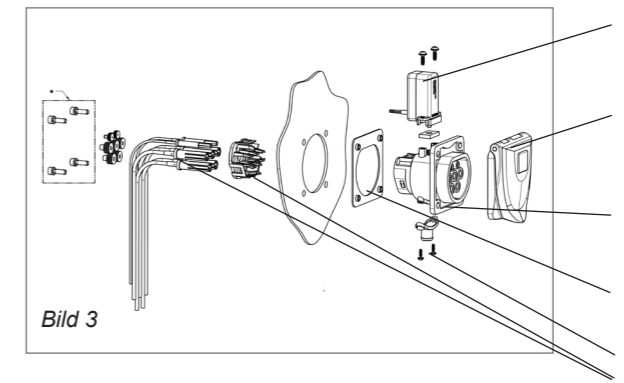

Bild 3
Wanddicke mit Verriegelungsaktuator: bis maximal 5,5 mm (siehe Bild 3)
Schritt 1:	Demontieren Sie den Verriegelungsaktuator (1) sowie den Wasserablauf (6).
Schritt 2:	Beachten Sie dabei, dass die Flanschdichtung (5) rückseitig an der Ladesteckdose (3) anliegt. Montieren Sie die Flanschdichtung (5) auf der Rückseite der Ladesteckdose (3) (siehe Bild 3).
Schritt 3:	Führen Sie vorsichtig die Ladesteckdose (3) vorderseitig durch den Wandausschnitt. Achten Sie darauf, dass die Flanschdichtung (5) konform zur Ladesteckdose aufliegt.
Schritt 4:	Die Ladesteckdose (3) und den Klappdeckel (2) von innen an die Montagewand mit den Linsenflachkopfschrauben/ Unterlegscheiben fixieren. Achten Sie darauf, dass die Länge der Schrauben von der Dicke der Montagewand abhängt: <ul style="list-style-type: none"> M5 Linsenflachkopfschrauben Unterlegscheiben, gemäß DIN 934 Schraubenlänge von 10 mm bis max. 13 mm, zzgl. Wandstärke max. Drehmoment 4 Nm
Schritt 5:	Montieren Sie den Verriegelungsaktuator (1) und den Wasserablauf (6) Verriegelungsaktuator (1) -> max. Drehmoment 1,7 Nm Wasserablauf (6) -> max. Drehmoment 1,2 Nm.